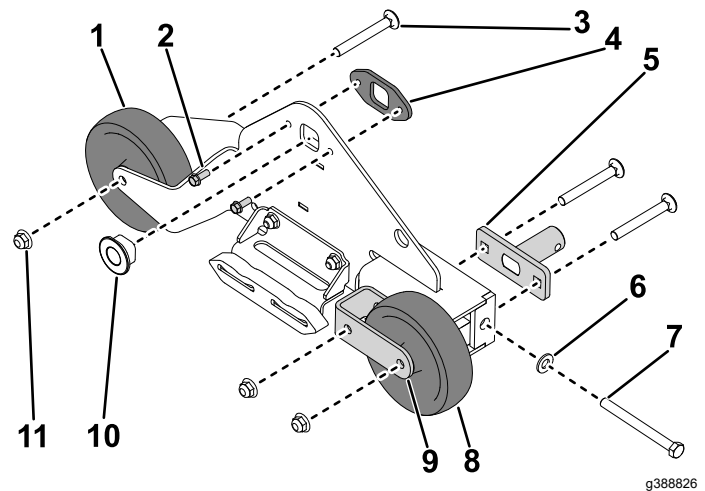

Bild 2
1. Entfernen Sie die Schlossschraube ($\frac{3}{8}$ " x 3"), die Spannbuchse und die Sicherungsmutter ($\frac{3}{8}$ "), mit denen das linke Bugrad an der Raupenstütze befestigt ist (Bild 2). Nehmen Sie das Rad ab.
2. Entfernen Sie die Schlossschraube ($\frac{3}{8}$ " x 3"), die Spannbuchse und die Sicherungsmutter ($\frac{3}{8}$ "), mit denen das rechte Bugrad an der Bugradgabel und an der Raupenstütze befestigt ist (Bild 2). Nehmen Sie das Rad ab.
3. Entfernen Sie die Schlossschraube ($\frac{3}{8}$ " x 3") und die Sicherungsmutter ($\frac{3}{8}$ "), mit denen das Bugrad an der Raupenstütze befestigt ist. Entfernen Sie die Bugradgabel an der Raupenstütze (Bild 2).
4. Entfernen Sie die Achsbuchse (Bild 2).
5. Entfernen Sie die beiden Schrauben ($\frac{1}{4}$ " x $\frac{5}{8}$ "), mit denen die Achsbuchsenhalterung an der Raupenstütze befestigt ist. Entfernen Sie die Achsbuchsenhalterung (Bild 2).
6. Entfernen Sie die Schraube ($\frac{3}{8}$ " x 4"), die Spannbuchse und die Unterlegscheibe ($\frac{3}{8}$ "), mit denen der Spanner an der Bugradhalterung befestigt ist (Bild 2). Entfernen Sie den Spanner.